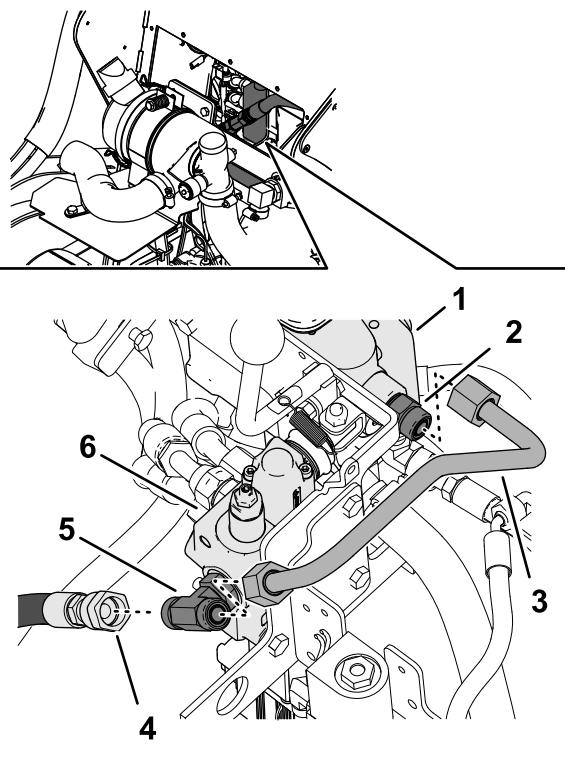

Figura 8
3. Desconecte la manguera de la bomba del acoplamiento en T y conecte la manguera (Figura 8).
1. Retire y deseche el tubo corto que se muestra en la Figura 8.